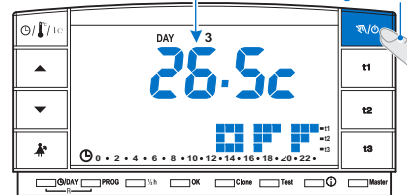

Abb. 59
- Um diese Funktion zu aktivieren, betätigen Sie die Taste "⌘/⊖" (etwa 6 Sek.), bis auf Display der Schriftzug **OFF**, erscheint, der darauf hinweist, dass die Raumthermostatuhr deaktiviert ist (Beispiel Abb. 59).